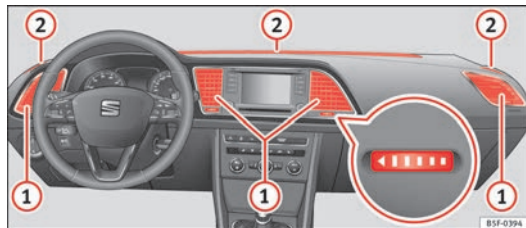

Fig. 119 En el tablero de instrumentos: difusores de aire.
Para garantizar la calefacción, refrigeración y ventilación dentro del habitáculo, los difusores de aire ⇒ fig. 119 ① deberían permanecer abiertos.